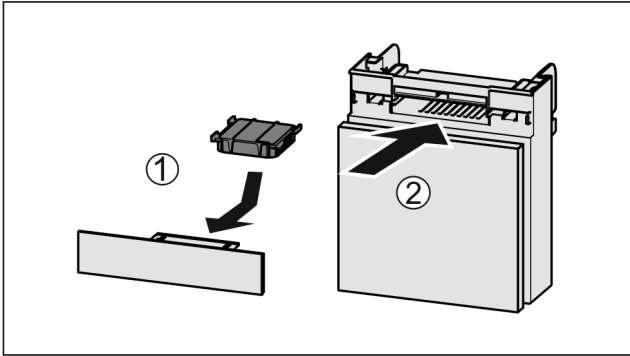

Fig. 42
- ▶ Introduzca el compartimento Fig. 42 (2).